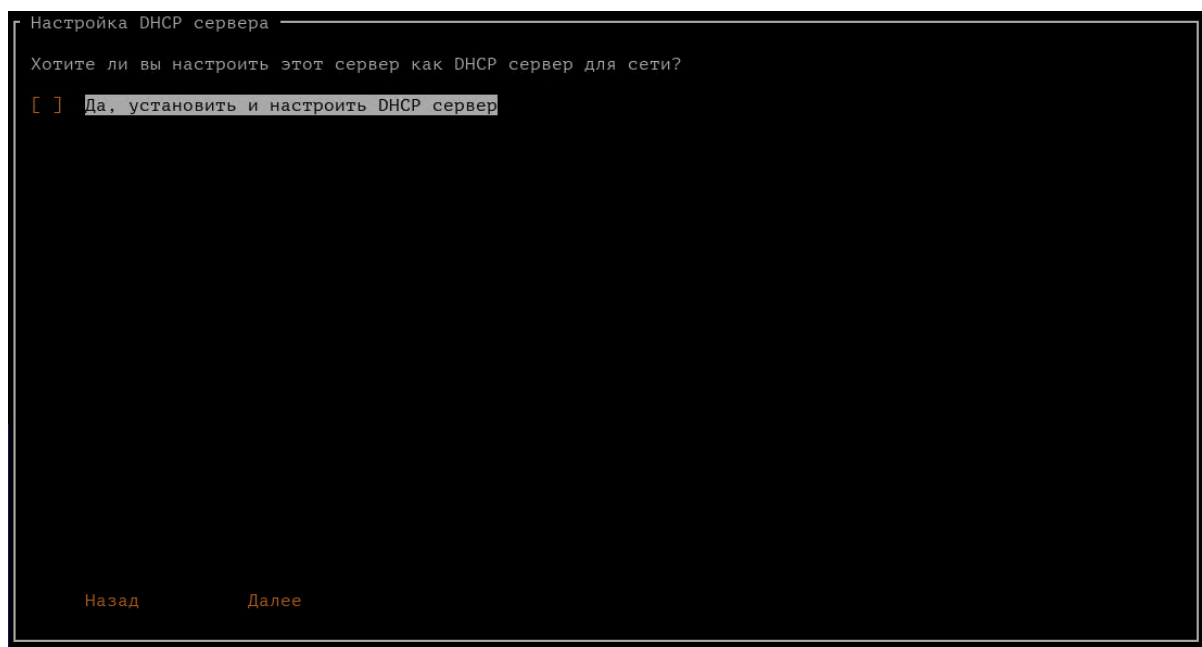

Рисунок 23 - Настройка DHCP сервера
1) Далее будет предложено выполнить настройку DHCP сервера. Выберите <да>. Отобразятся настройки DHCP сервера (рис. 23).